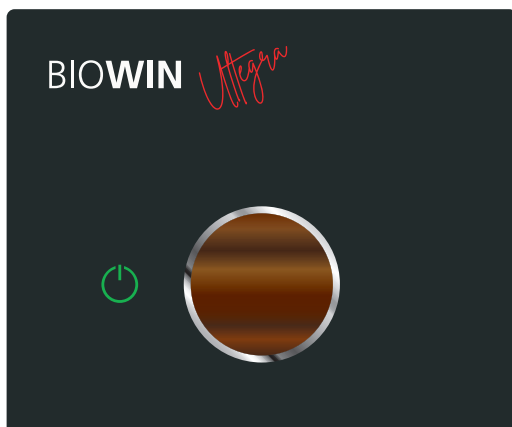

Fig. 71 BioWIN Ultegra ausgeschaltet
- ▶ Kessel mittels myMagic Button ausschalten  (siehe Punkt 12.5 auf Seite 24) und warten bis der Ausbrandbetrieb fertig ist, Symbol  leuchtet dauernd und der Farbring ist aus (ca. 20 min.) – Fig. 71.